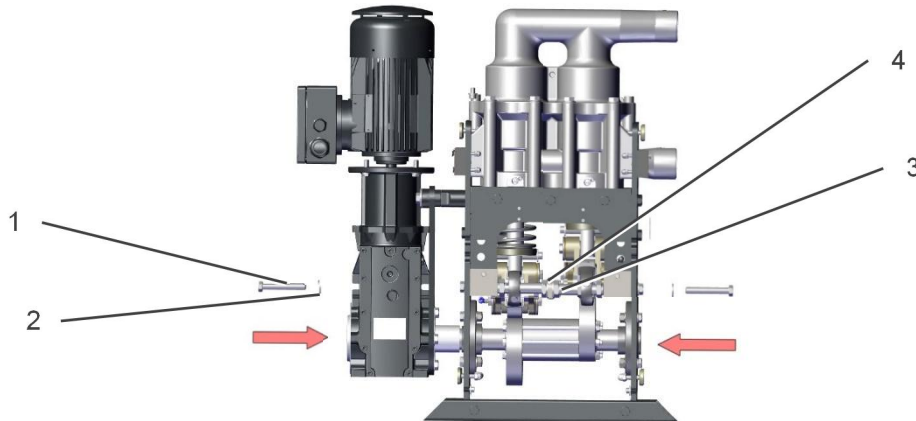

Abb. 7-5: Montage der Querkraftachsen, Pumpeneinheit einsetzen
2. Fettleitungen in die Winkelverschraubungen (5) einstecken
3. die Querkraftachse mit den beiden Sechskantschraube M12 x 80 (1) mit einem 19 mm Maulschlüssel und Unterlegscheibe (2) einschrauben (Abb. 7-5: Montage der Querkraftachsen, Pumpeneinheit einsetzen)
4. die Querkraftachsen mit dem Stab (4) verbinden
5. den Stab mit den vier Sechskantmutter M20 x 1,5 (3) mit einem 30 mm Maulschlüssel mittig zwischen den beiden Zweigelenkschwingen fixieren und mit 130 Nm anziehen.